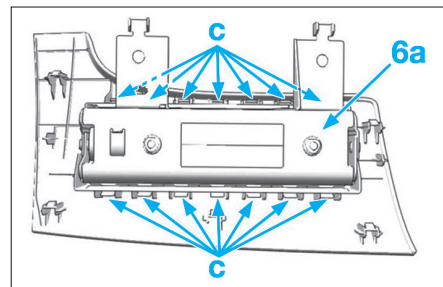

Fig. 14
• Débrancher le connecteur du faisceau (7) et la masse (8).
• Déposer l'ensemble (6).
• Décliper le carter du module (C) (Fig.14).